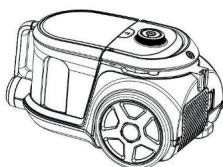

Fig. 6
- Como en la Fig. 6, sostenga la cámara de polvo y el mango y presione el botón de liberación.